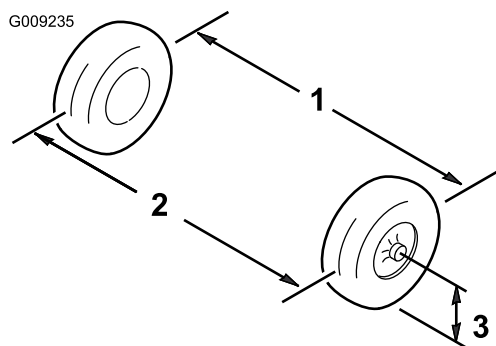

図 41
1. 前輪の前と後ろで、左右のタイヤの中央線間距離を測る計測はアクスルの高さで行う(図 41)。